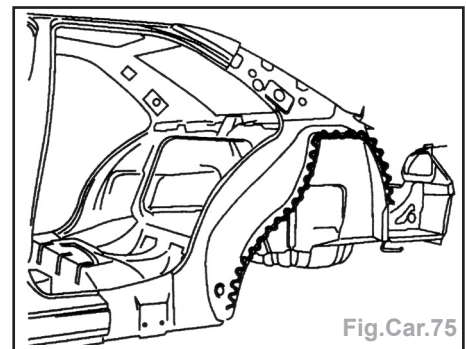

Fig.Car.75
- Appliquer une colle de calage structurale (Fig.Car.75).